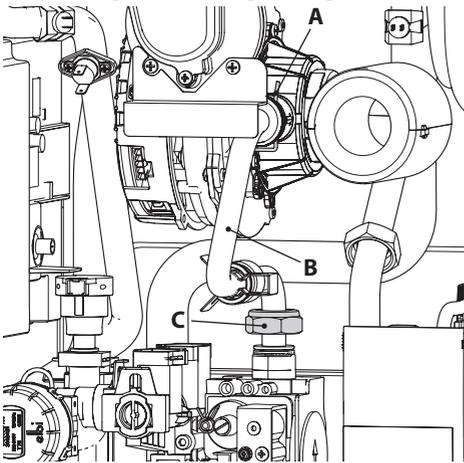

Figura 8.1
- Quite la horquilla **A**, desenrosque la tuerca loca **C** y extraiga el tubo del gas **B** (Figura 8.1).
**Atención: para el reensamblaje realice las operaciones efectuadas en orden inverso, asegurándose de no estropear la junta tórica del tubo de gas al introducir el tubo en el mezclador aire/gas, y realice la prueba de estanqueidad del gas tras haber apretado la tuerca loca del tubo de gas (Figura 8.1).**